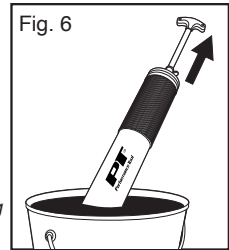

Fig. 6
2. Submerge open end of the barrel into grease bucket. Be sure the plunger handle is depressed completely. Grasp the barrel firmly and pull back slowly on the plunger handle. Be sure the mouth of the barrel is always under the surface so that air is not transferred into the barrel. (Figure 6)
- Immergez l'extrémité ouverte du canon dans le seau à graisse. Assurez-vous que la poignée du piston est complètement enfoncée. Saisissez fermement le fût et tirez lentement sur la poignée du piston. Veillez à ce que l'embouchure du fût soit toujours sous la surface de l'eau afin d'éviter que de l'air ne pénètre dans le fût. (Fig. 6)